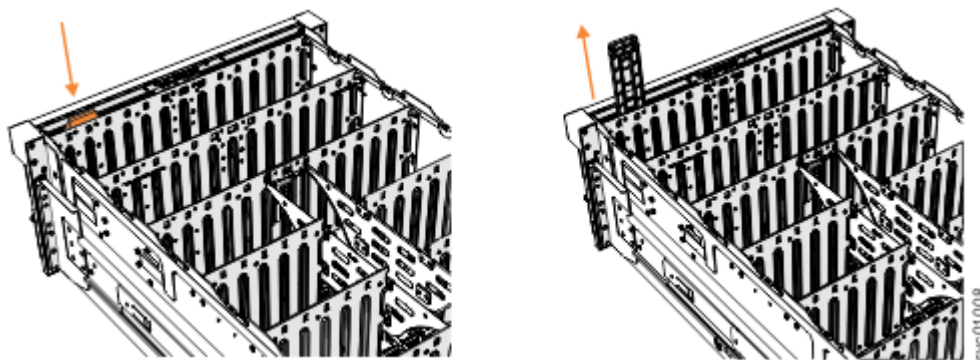

Figura 128. Removendo o conjunto do painel de exibição
3. Pressione a guia de liberação na parte superior do conjunto do painel de exibição, conforme mostrado em Figura 128 na página 114.